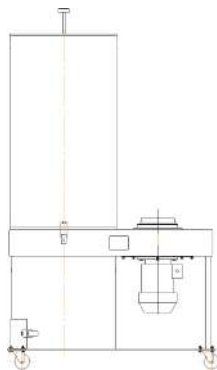

Рис. 2
- УВП-2000АК – на основании с 4-я колесными опорами, рис. 2.